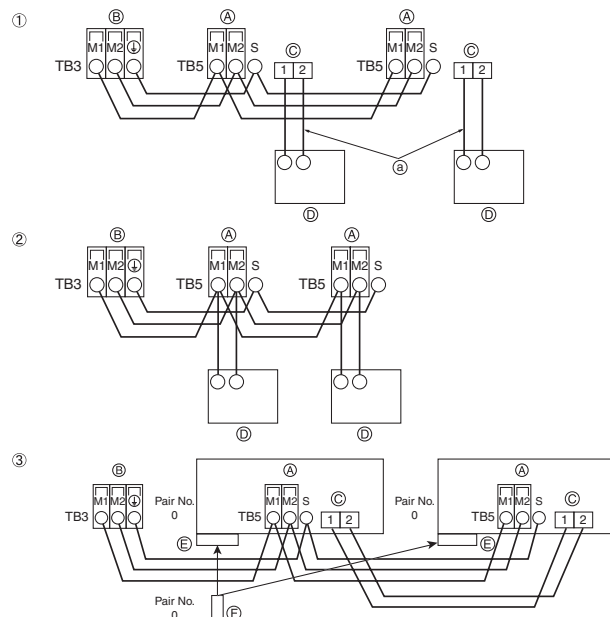

Fig. 5-4
5.4. Ligação dos cabos de transmissão do controlo remoto e das unidades interior e exterior (Fig. 5-4)